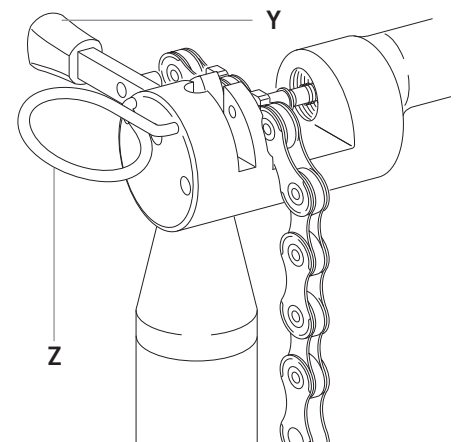

Abb.12
- Das betreffende Kettenglied mit der Sperrvorrichtung (Z - Abb. 12) blockieren.
- Überprüfen Sie, dass die Stellflasche des Werkzeugs UT-CN400 (12s) / UT-CN300 (11s / 12s) nach außen gerichtet ist (Y - Abb. 12).